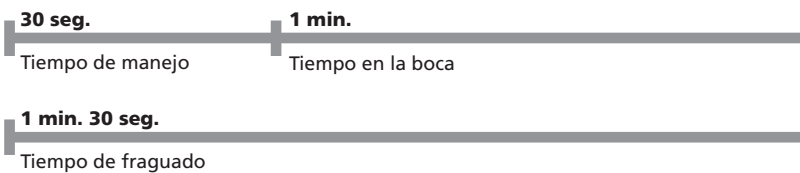

Fig. 4
**glassbite** se aplica directamente de la cánula o de las toberas de contorno a los dientes (Fig. 4). Cuando los dientes ya están listos se puede aplicar vestibular. En esta posición el material se endurece y puede retirarse de la boca del paciente después de 1 min.